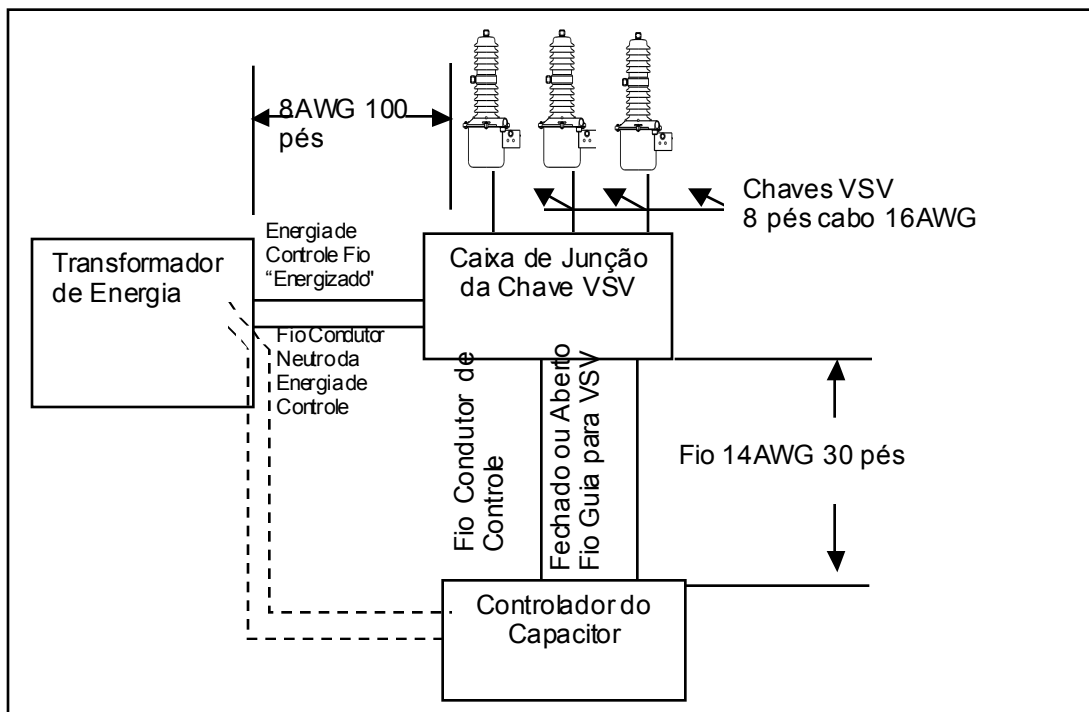

Figura 2: Exemplo de Instalação da VSV de Baixo Consumo (LE)
- 1.) Na Figura 2 o transformador de energia fica a 100 pés da caixa de junção ou do controlador do capacitor. Considerando que um condutor #8AWG está entre o transformador e a caixa de junção ou o controlador, há um total de 200 pés (energizado e neutro) de condutor #8AWG. Usando a Tabela 1, este trecho possui uma resistência de .1256 ohms e uma queda de tensão de 4.52 volts (36 X .1256).
- 1.) Na Figura 2 o transformador de alimentação fica a 100 pés da caixa de junção ou do controlador do capacitor. Considerando que um condutor #4AWG está entre o transformador e a caixa de junção ou o controlador há um total de 200 pés (energizado e neutro) do condutor #4AWG. Usando a Tabela 3, este trecho possui resistência de .0497 ohms e uma queda de tensão de 1.79 volts (36 X .0497).